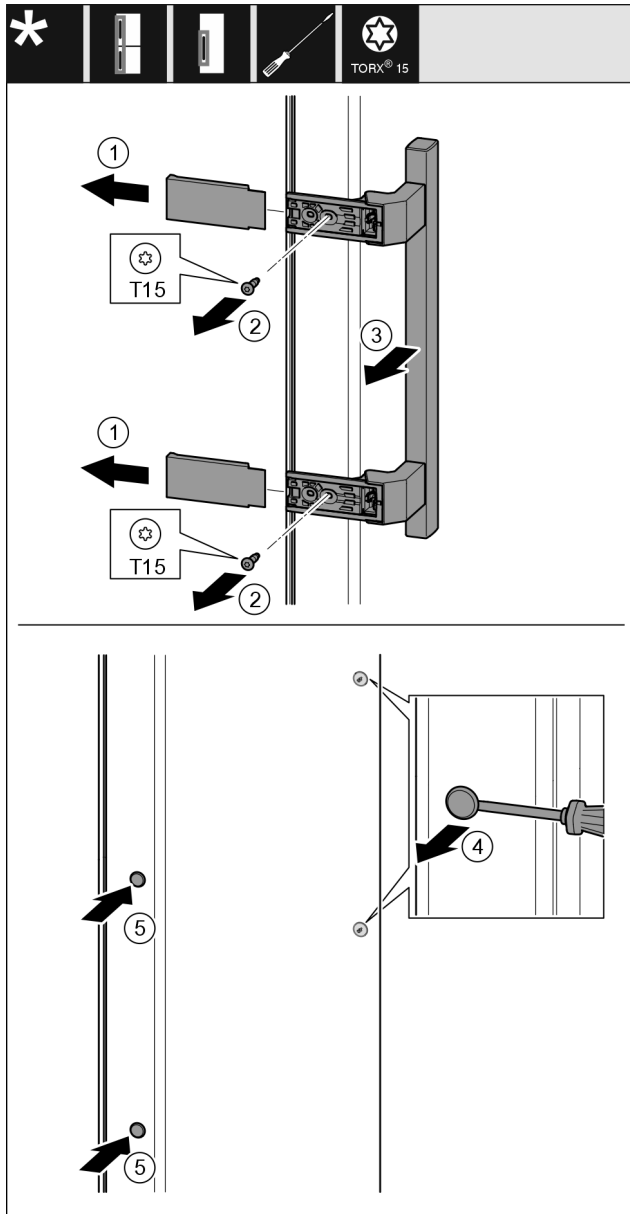

Fig. 20
- Retirer le cache Fig. 20 (1).
- Retirer les vis Fig. 20 (2) avec un tournevis.
- Retirer la poignée Fig. 20 (3).
- Soulever et retirer avec précaution le cache latéral Fig. 20 (4) avec un tournevis plat.
- Replacer le cache Fig. 20 (5) de l'autre côté.